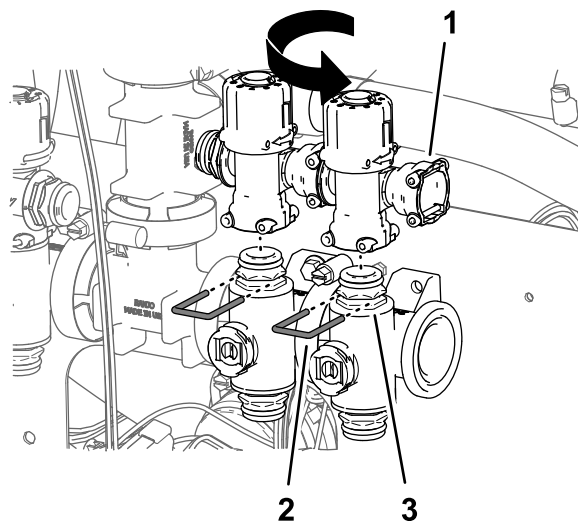

Figura 102
8. Ripetete i passaggi da 5 a 7 per le valvole di bypass della valvola dell'ugello 6 e la valvola dell'ugello 7 (**Figura 102**).